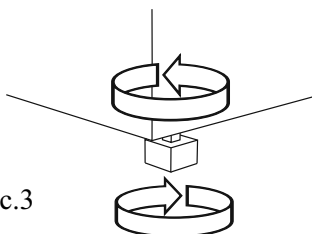

Рис.3
2. Изделие следует установить на ровной, стабильной поверхности, после чего его необходимо выровнять в горизонтальной плоскости (см.рис.3).